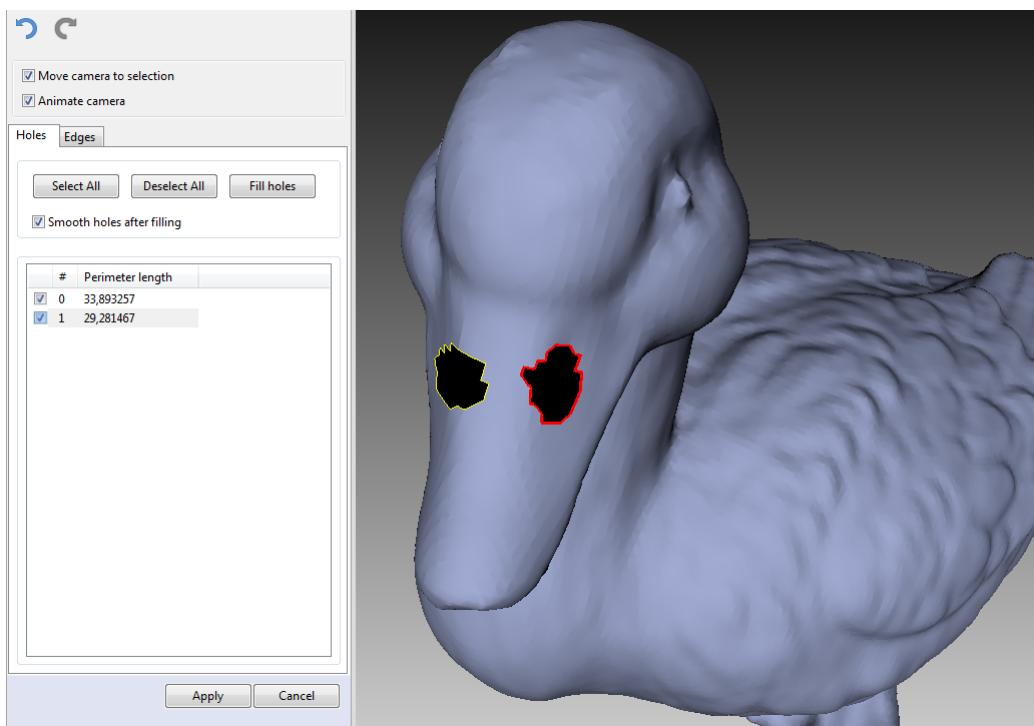

Рис. 8.38: Две дырки отмечены для исправления
- Установить флагок рядом с каждой границей, которую вы хотите исправить. Эти границы будут подсвечены красным цветом в окне *3D вида* (Рис. 8.38).